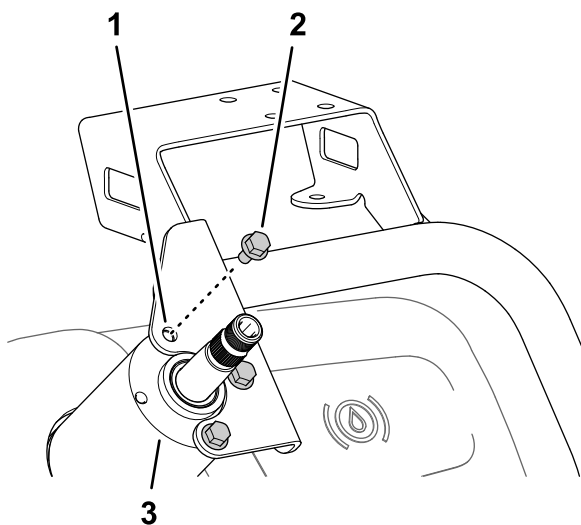

Figure 163
2. Fixez le support du moniteur sur le boîtier de la valve de direction (Figure 163) à l'aide des 3 boulons à embase (6 x 12 mm).